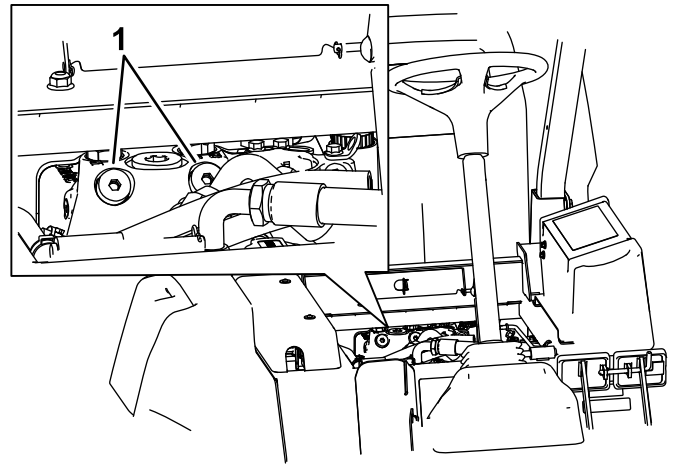

Figura 74
1. Levante el asiento y localice las válvulas de desvío, que están situadas debajo de la parte delantera del depósito de combustible (Figura 74).